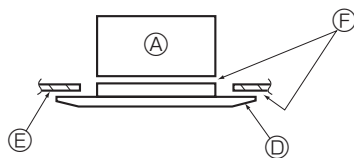

Fig. 5-8
- \* Kontrollér, at der ikke er afstand mellem hovedenheden og gitteret eller gitteret og loftet. (Fig. 5-8)